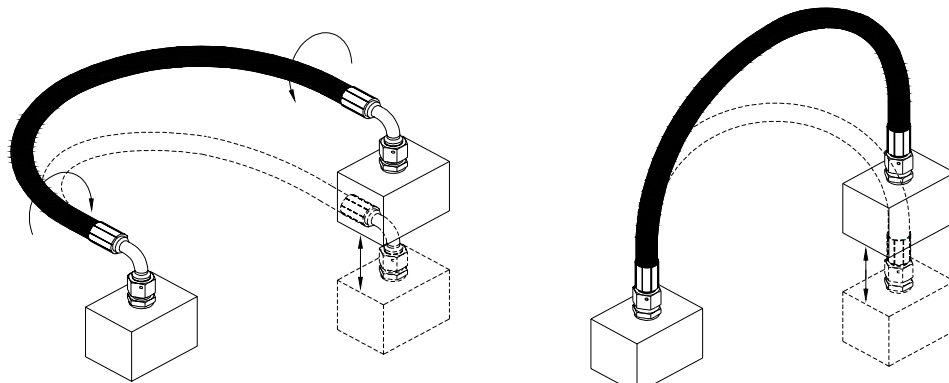

Fig.8 Montaggio errato
8. Per applicazioni con parti in movimento bisogna evitare la torsione del tubo flessibile quando il movimento longitudinale e la curvatura avvengono nel medesimo piano. Tale condizione si può ottenere con un montaggio corretto, con misure costruttive idonee ed utilizzando raccordi adeguati (Fig. 8).
When in the system are involved moving elements, avoid the hose torsion when the longitudinal movement and the bending occur in the same plane. Such condition can be obtained by a correct assembly, with accurate dimensions and by using suitable fittings (Fig. 8).